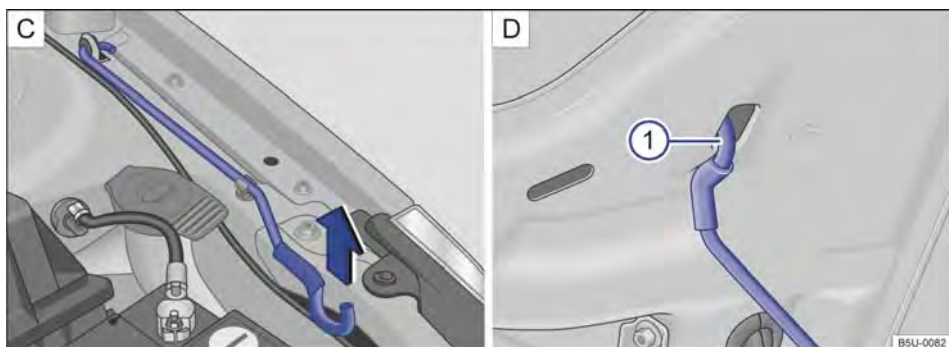

Fig. 200 C) Haste de sustentação da tampa do compartimento do motor. D) Tampa do compartimento do motor apoiada na haste de sustentação.
- Retirar a haste de sustentação do suporte no sentido da seta → Fig. 200 C) e posicioná-la na abertura na tampa do compartimento do motor → Fig. 200 ① D).
- Retirar a haste de sustentação do furo → Fig. 200 ① D) e encaixá-la no suporte do fecho → Fig. 200 C).